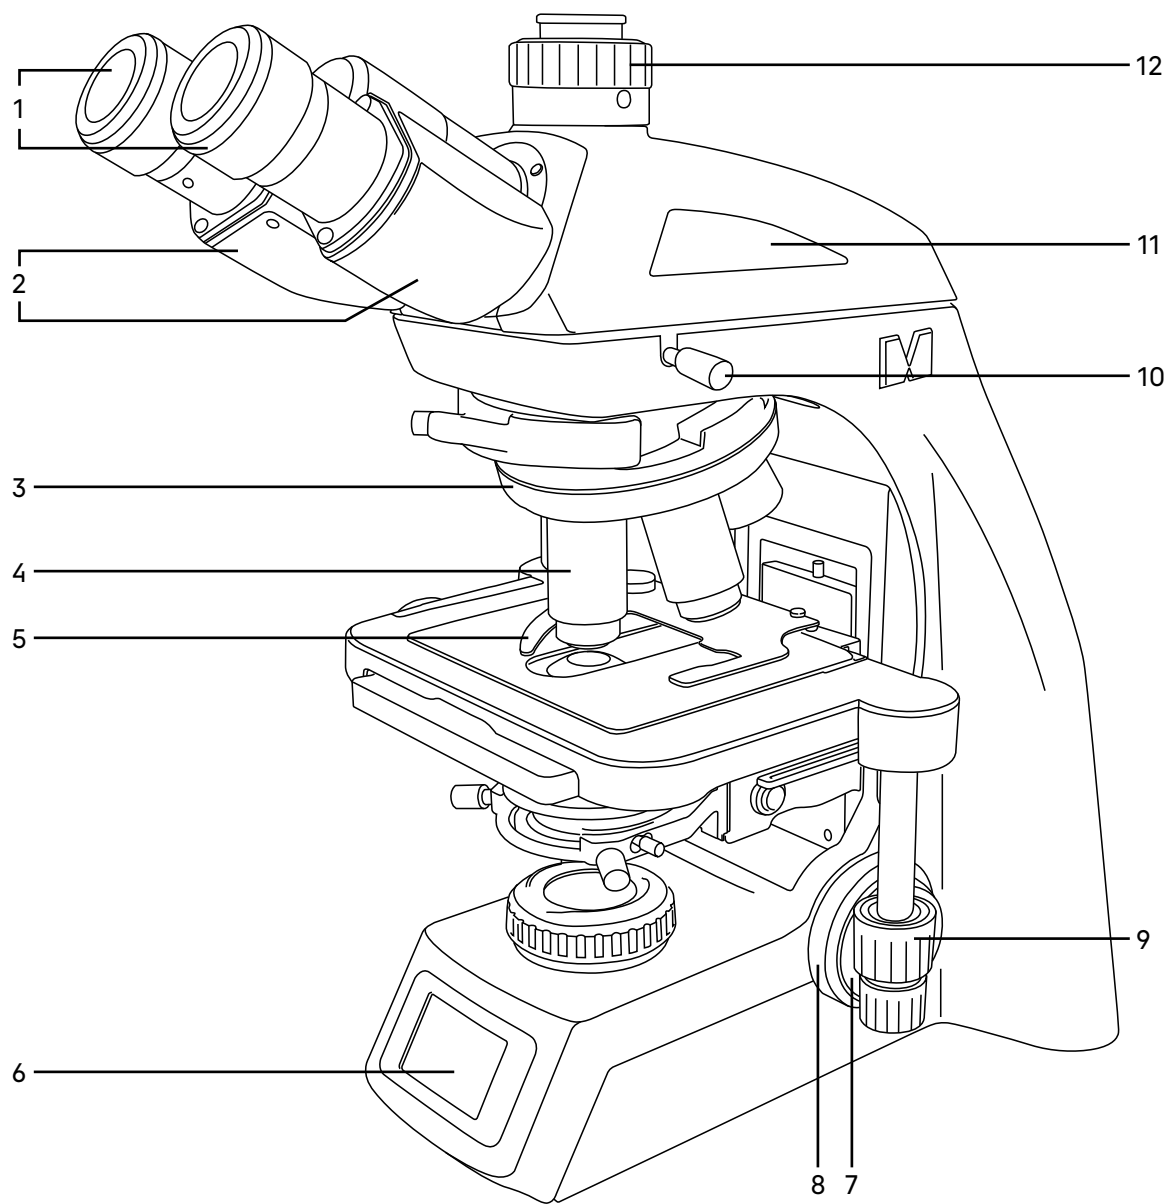
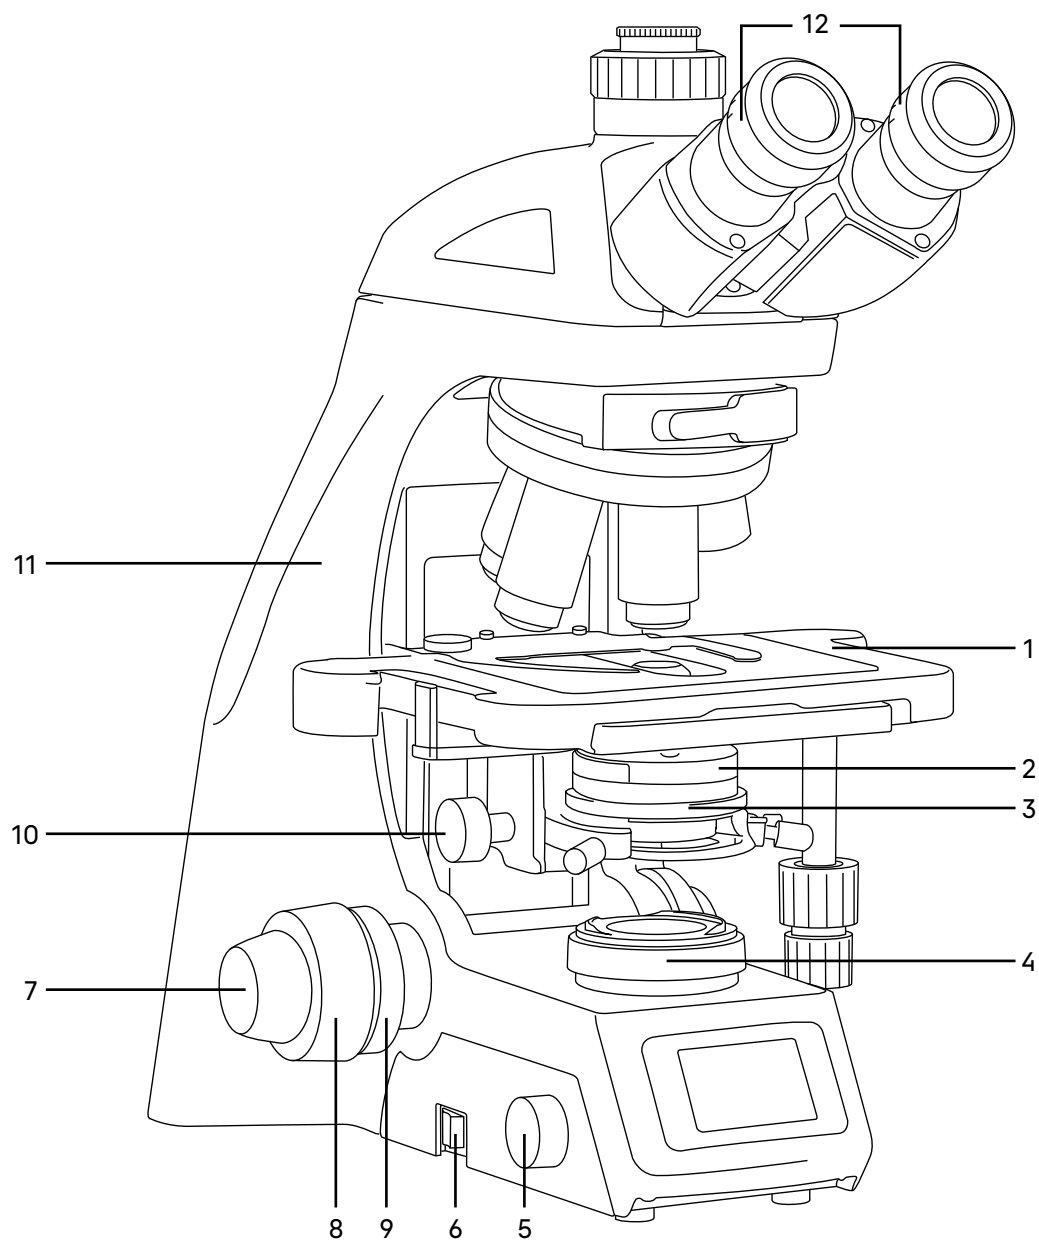

Рис. 1. Микроскоп биологический MAGUS Bio 260. Вид справа
Рис. 2. Микроскоп биологический MAGUS Bio 260. Вид слева
Общий вид микроскопа представлен на рис. 1, 2 и 3.
Штатив 11 (рис. 2) представляет собой цельную конструкцию с основанием. Основание имеет Y-образную устойчивую эргономичную форму.
- револьвер 3 (рис. 1) с объективами 4 (рис.1);
- предметный столик 1 (рис. 2);
- конденсор 3 (рис. 2);
- коллектор в оправе 4 (рис. 2).
Слева на основании штатива расположена кнопка выключателя электропитания 6 (рис. 2).
Ручка 5 (рис. 2) служит для управления системой освещения.
Фокусировка на объект осуществляется перемещением по высоте предметного столика 1 (рис. 2). Грубая фокусировка производится вращением рукоятки 8 (рис. 1, 2), расположенных по обеим сторонам штатива.
Тонкая фокусировка производится вращением рукояток 7 (рис. 1, 2), расположенных по обеим сторонам штатива. Тонкая фокусировка требуется для точного фокусирования на объект и для подфокусировки микроскопа на резкость изображения при смене объективов и препаратов.
Механизм регулировки жесткости хода грубой фокусировки 9 (рис. 2) – кольцо между штативом и рукояткой грубой фокусировки с левой стороны. С помощью кольца регулируется жесткость хода грубой фокусировки так, чтобы жесткость была комфортной для пользователя, но при этом столик не опускался самопроизвольно во время работы.
Визуальная насадка обеспечивает визуальное наблюдение изображения объекта. Насадка устанавливается в отверстие штатива 11 (рис. 2) и закрепляется винтом 10 (рис. 1). Насадку при установке развернуть окулярами в сторону предметного столика.
Изменение межзрачкового расстояния в насадке осуществляется разворотом окулярных тубусов 2 (рис. 1) в пределах 47–78 мм. Значение расстояния, установленного в соответствии с глазной базой наблюдателя, отсчитывается по шкале на насадке.
Механизм диоптрийной подвижки окуляров служит для компенсации аметропии глаз наблюдателя. Находится на обоих окулярных тубусах – кольцо 12 (рис. 2).
Тринокулярная визуальная насадка: в вертикальный выход корпуса визуальной насадки 12 (рис. 1) (канал визуализации) для фиксации камеры установлен переходник C-mount. Камера служит для вывода изображения на экран компьютера или монитор/телевизор. Деление светового потока окуляры/канал визуализации (в %): 50/50.
В комплект микроскопа входят окуляры 1 (рис. 1). Окуляры имеют высокое положение выходного зрачка и предназначены для работы как в очках, так и без них.
Револьверное устройство 3 (рис. 1) обеспечивает установку пяти объективов 4 (рис. 1). Смена объективов производится вращением револьверного устройства за рифленую поверхность до фиксированного положения.
Объективы 4 (рис. 1) рассчитаны на длину тубуса «бесконечность». Парфокальная высота объективов 60 мм, линейное поле зрения в плоскости изображения 22 мм. Рассчитаны для работы с препаратами с толщиной покровного стекла 0,17 мм или без покровного стекла. Микроскоп укомплектован объективами-планахроматами с увеличением 4х, 10х, 40х, 100х. Дополнительно возможна комплектация объективами другого увеличения, типа коррекции и иммерсионной системы.
Конденсор 3 (рис. 2) установлен под предметным столиком микроскопа. Конденсор устанавливается по направляющим при поднятом столике и опущенном кронштейне. Конденсор фиксируется в кронштейне винтом справа. Кронштейн конденсора имеет пружинный держатель, с помощью которого двумя винтами конденсор центрируется в оптической оси.
Перемещение конденсора вдоль оптической оси микроскопа осуществляется с помощью рукоятки перемещения кронштейна конденсора 10 (рис. 2), расположенной слева от наблюдателя под столиком микроскопа. Диапазон перемещения конденсора – не менее 26 мм.
Ирисовая апертурная диафрагма регулируется (открывается/закрывается) кольцом 2 (рис. 2). Конденсор имеет маркировку увеличения объективов. Для достижения наилучшего качества изображения рекомендуется прикрывать апертурную диафрагму конденсора приблизительно на $1/3$ диаметра выходного зрачка объектива. В таком положении рукоятка регулировки диафрагмы совпадает с цифровым обозначением объектива, введенного в ход лучей, и обеспечивает изображение с хорошей контрастностью.
Двухкоординатный предметный столик 1 (рис. 2) обеспечивает перемещение объекта в двух взаимно-перпендикулярных направлениях с помощью рукояток 9 (рис. 1), расположенных на одной оси.
У столика отсутствует выдвижная зубчатая рейка по оси X, что повышает эргономичность работы. Механизм с ременной передачей плавно перемещает объект. Объект крепится на поверхности столика между держателем и прижимом препаратодержателя 5 (рис. 1), для чего прижим отводится в сторону. Препаратодержатель крепится к столику при помощи двух винтов. При снятом препаратодержателе объект можно перемещать рукой.
Встроенный в основание микроскопа осветитель включает коллектор в оправе 4 (рис. 2) и источник света – светодиод. Включение осветителя осуществляется с помощью выключателя питания 6 (рис. 2) на левой панели штатива. Регулировка яркости осуществляется ручкой 5 (рис. 2).